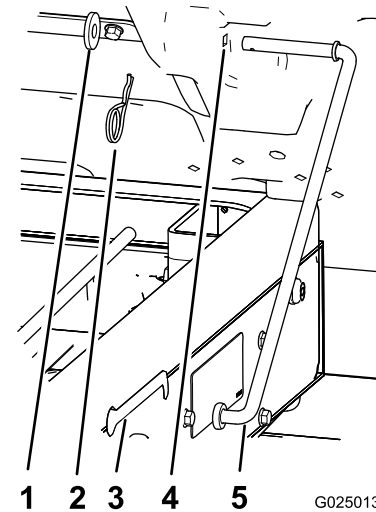

Figura 13
- Retire el pasador de horquilla y la arandela que sujetan la varilla de sujeción a la cara inferior de la plataforma (Figura 13).
- Deslice la varilla de sujeción hacia adelante para retirarla del soporte del bastidor (Figura 13).